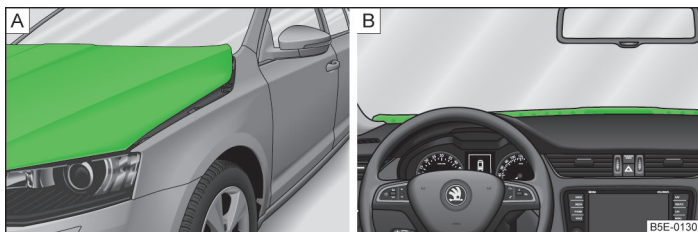

Fig. 165 Capota ridicată
- Se ridică capota » fig. 165 - [A];
- Reglați înălțimea scaunelor înainte de deplasare, astfel încât capota ridicată să nu limiteze vederea spre în față » fig. 165 - [B]. Nu continuați deplasarea, dacă vizibilitatea spre în față rămâne limitată chiar dacă s-au reglat scaunele în poziția cea mai ridicată!